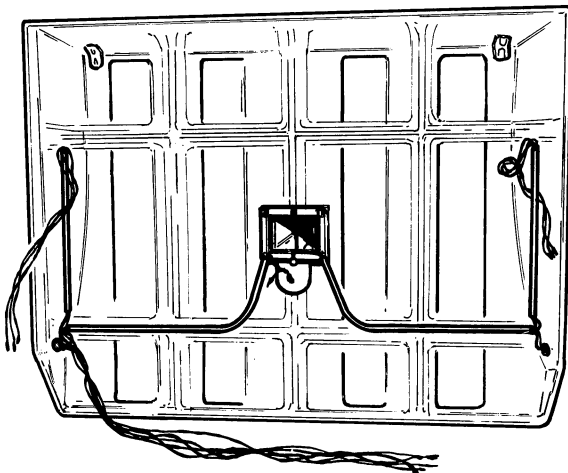

Fig. 5.
De cabine is voorzien van een kunststof dak. Alvorens het dak op de cabine te monteren, worden eerst het dakluik en eventueel de contourlampen op de kap gemonteerd (fig. 5 en 6). Vervolgens wordt de elektrische bedrading aangebracht. (fig. 5).
4. Trek de betreffende elektrische kabels door de rechter-achterportierstijl, de linker-achterportierstijl en de linker-voorportierstijl (fig. 5 en 8).